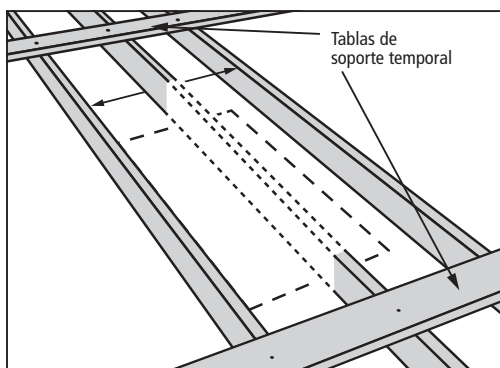

FIGURA 15
B. Para abertura con eliminación de vigas del techo (Figura 15).